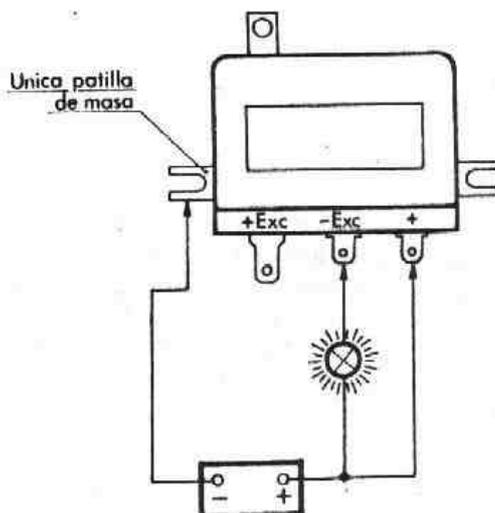

Fig. N-17 Comprobación del funcionamiento del regulador
- Conectar el regulador, según la Fig. N-17. La lámpara deberá encenderse, puesto que la batería tendrá una tensión inferior a la de regulación.